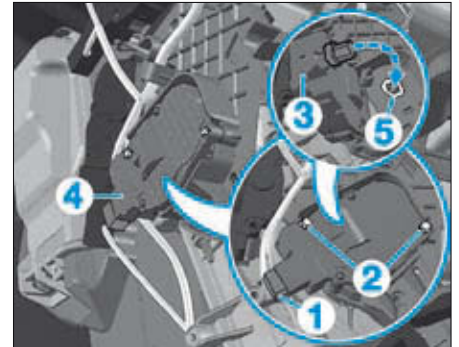

FIG. 44
- Repérer le connecteur (1) (Fig.44).
- Débrancher le connecteur (1).
- les vis (2),
- l'arbre (3) du servomoteur (4) de la came étagée (5),